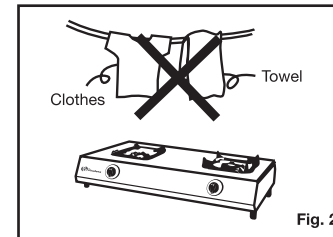

Fig. 2
- Utiliser uniquement pour la cuisine. Ne pas utiliser pour le séchage des serviettes de bain, vêtements etc... (Fig. 2)
- Use only for cooking. Do not use dry towels, clothes, etc... (Fig. 2)